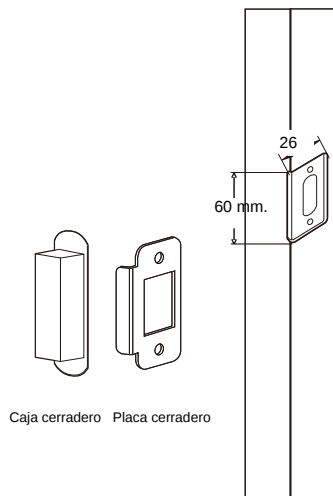
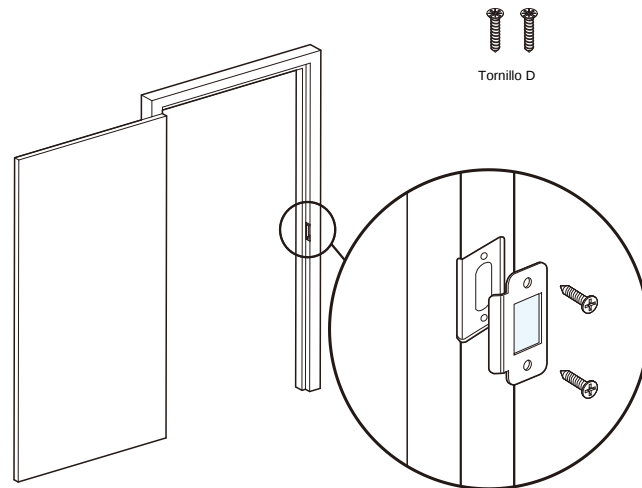

Fig. 2
Fig. 3
2. Apriete y asegure la cerradura (como se muestra en Fig. 1 y Fig. 2).
1. Como se muestra en Fig. 2 y Fig. 3, perfora el orificio para instalar la caja de cerradero. La profundidad debe ser 15 mm y la longitud 60 mm.
2. Instale la placa del cerradero como se muestra en Fig. 2. El ancho es 26 mm y la longitud 60 mm.
3. Como se muestra en Fig. 3, coloque la caja en el orificio, cúbrala con la placa del cerradero y apriete con el tornillo D.